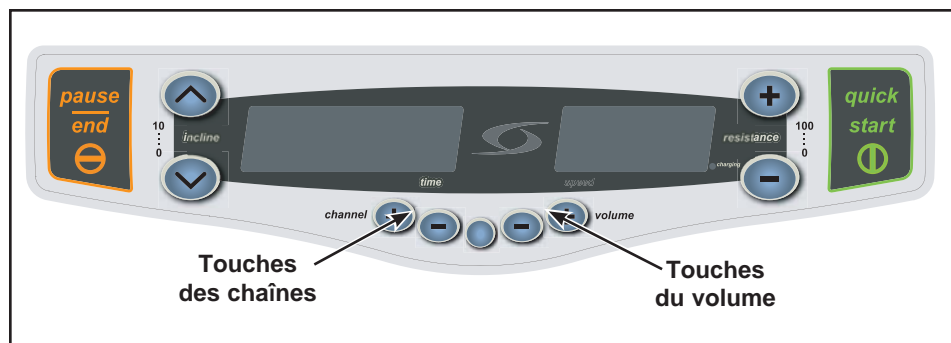

Figure 27
- A. Repérez l'adaptateur de courant c.a./c.c. (N) fourni avec le moniteur et branchez-le au câble d'alimentation qui sort de la base de l'Arc.
- B. Branchez le cordon d'alimentation (O) dans l'adaptateur de courant c.a./c.c. (N). **REMARQUE** : Le cordon d'alimentation (O) varie selon le pays.
- B. Branchez le cordon d'alimentation (O) dans la prise murale.
- D. Reportez-vous au chapitre 3 du Manuel du propriétaire du moniteur personnel audio-vidéo pour apprendre comment utiliser les touches des chaînes et du volume situées dans la partie centrale inférieure de la console de l'Arc. Reportez-vous à la figure 27.